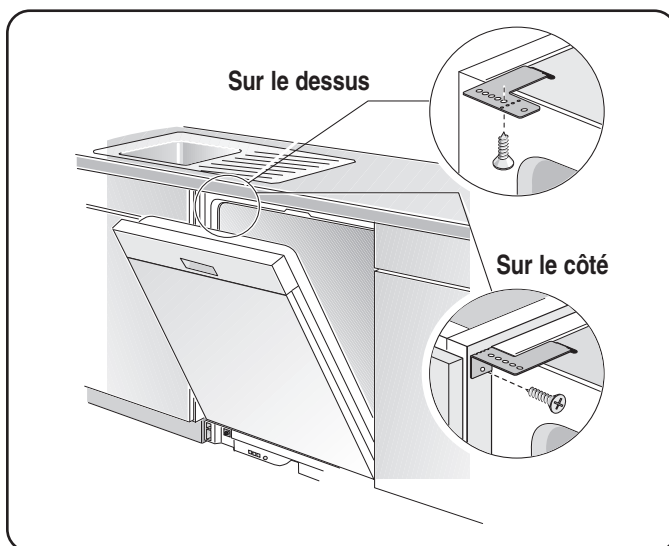

Figure 10
- 1 Sur le dessus** est utilisé pour les comptoirs fabriqués en bois ou autres matériaux pouvant être facilement percés. Orienter la fixation comme à la **figure 10** et positionner les 2 petites languettes sur la fixation sur les deux fentes des coins avant du lave-vaisselle. Pousser fermement sur les fixation pour insérer les languettes dans les fentes.
- 2 Sur le côté** est utilisé pour les comptoirs en marbre, granite ou autre matériaux très durs ne pouvant être percés. Plier la fixation le long des petits points et dans la même direction que les deux petites languettes. Orienter les fixations comme à la **figure 10** et 2 petites languettes sur la fixation sur les deux fentes des coins avant du lave-vaisselle. Pousser fermement sur les fixation pour insérer les languettes dans les fentes.